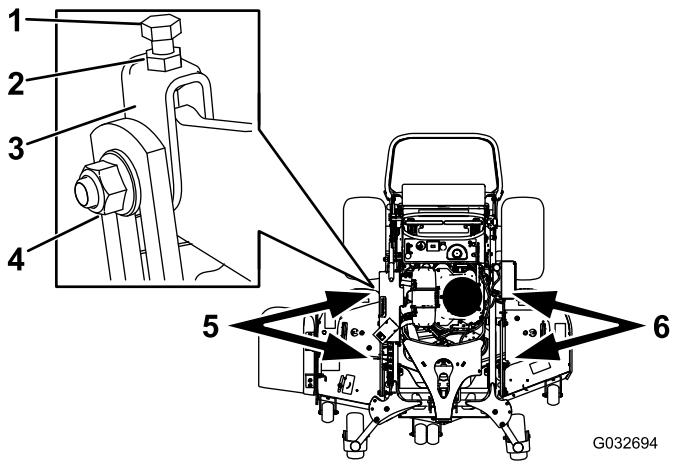

Figure 86
1. Desserrez l'écrou latéral et l'écrou de blocage dans les chapes que vous voulez régler (Figure 86).
2. Tournez le boulon supérieur de ces chapes pour régler la hauteur du tablier de coupe (Figure 86).